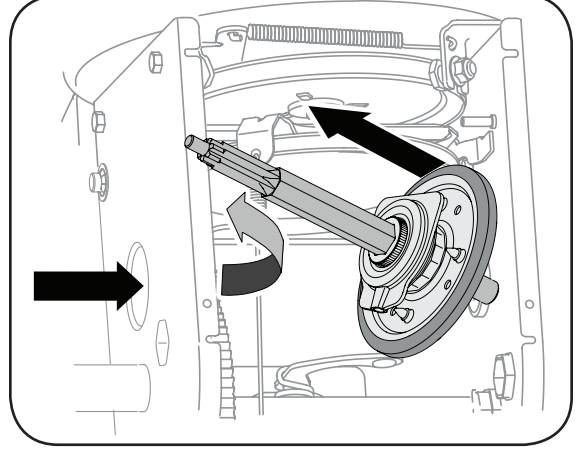

Figure 6-15
- Abaissez doucement l'arbre hexagonal vers la gauche avant de faire glisser la roue de freinage de l'arbre. Voir la Figure 6-15.